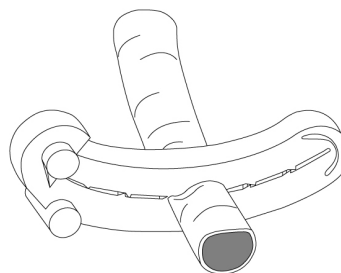

Figura 4.3 Clipe aplicado a um vaso
- i** Obs.: Evite excesso de tecido no mecanismo de trava do clipe. Aperte os controles manuais para que se fechem até as mandíbulas se fecharem e o clipe ser travado. Abra os controles manuais e faça a retirada do local da ligação (**Figura 4.3**).